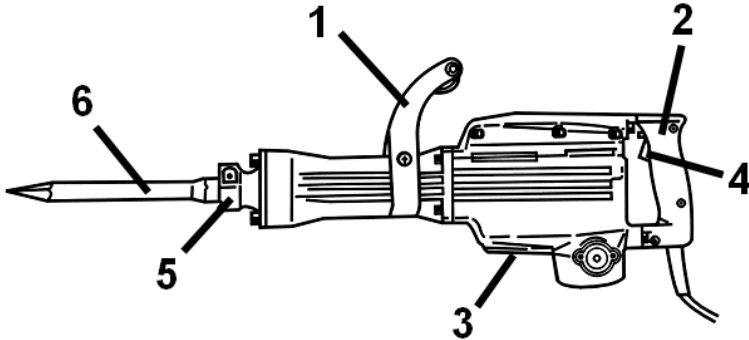

Рисунок 1
2.2.1 Виріб має несучий пластиковий корпус з вмонтованим електричним колекторним двигуном, редуктором з пневматичним ударним механізмом, на вихідному валі якого встановлюється змінний патрон **SDS-HEX** (5) для закріплення змінних робочих інструментів з циліндричними хвостовиками системи SDS-HEX згідно рис.1. Корпус одночасно вміщує органи керування інструментом, шнур живлення від мережі змінного однофазного струму та має опорну поверхню для встановлення передньої рукоятки (1) з можливістю фіксованого позиціонування навколо подовжньої осі виробу. Електродвигун розташований перпендикулярно осі змінного робочого інструмента, створює через кривошипний механізм зворотно-поступальні рухи поршня пневмоциліндру, який підсилює поштовхи і передає їх змінному інструменту.